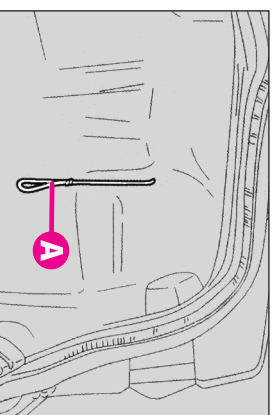

fig. 175
Dacă maneta (A) nu funcționează, este posibil să deschideți busonul prin tragerea coardei (A-fig. 175) care se află în partea dreaptă a portbagajului.